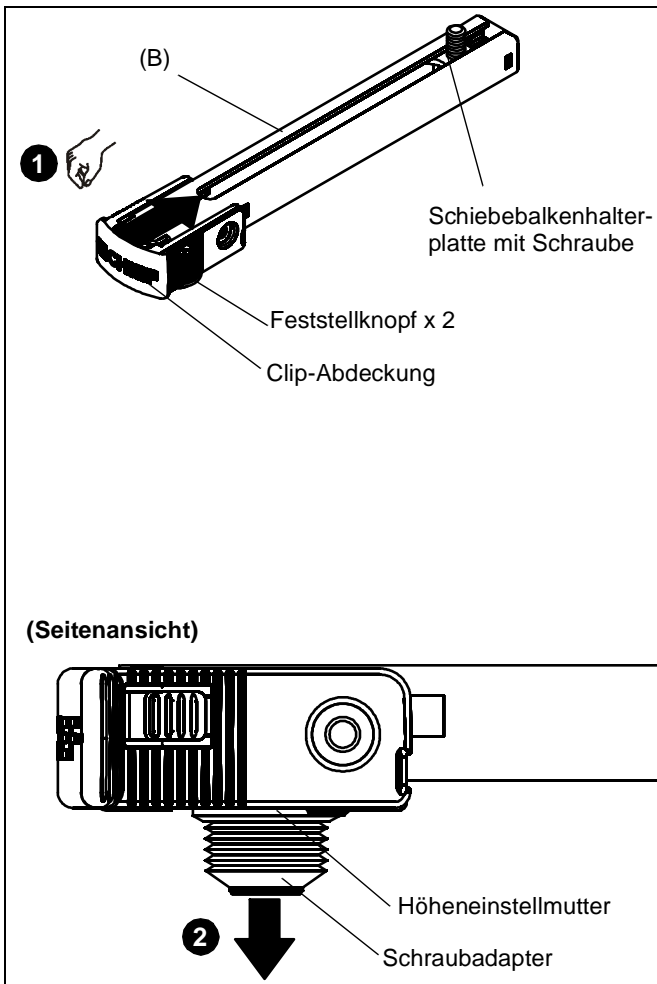

Abb. 1
1. Drücken Sie fest auf die Feststellknöpfe am SLBU/SLMU-Bein (B) und schieben Sie gleichzeitig die Clip-Abdeckung in Richtung der eingeschlossenen Schiebebalkenhalterplatte mit der Schraube. (See Figure 1)
2. Der Schraubadapter und die daran befestigte Höheneinstellmutter werden freigegeben. Legen Sie die Teile für einen späteren Gebrauch beiseite. (See Figure 1)